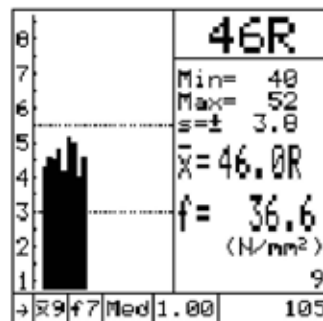
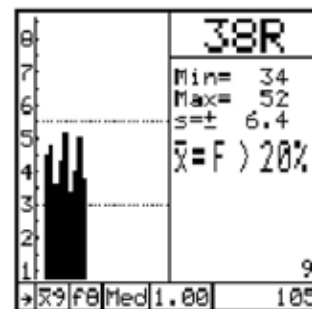

Рис. 5.4 Соответствие серий EN 12504/2
Рис. 5.5 Внешние серии допуски
- Если „Медиана“ установлена (доступно только для версии 4.0 и выше), появится измерительный экран, как показано на Рис. 5.4 соответственно Рис. 5.5.